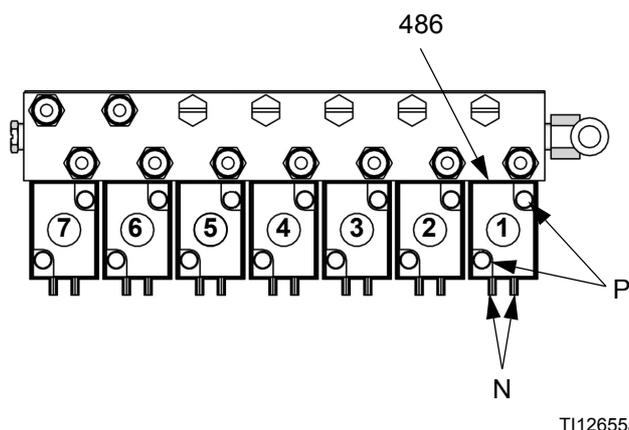

FIG. 31 Elettrovalvole RoboMix
4. Svitare le 2 viti (P) e rimuovere l'elettrovalvola (486). Vedere FIG. 31 e Tabella 8.